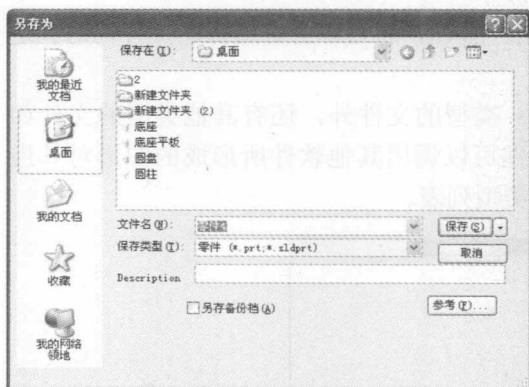

图 1-7 “另存为”对话框
2) 设置保存类型。此时系统弹出如图 1-7 所示的“另存为”对话框。对话框中的“保存在”一栏用于选择文件存放的文件夹;“文件名”一栏用于输入要保存的文件名称;“保存类型”一栏用于选择所保存文件的类型。通常情况下,在不同的工作模式下,系统会自动设置文件的保存类型。